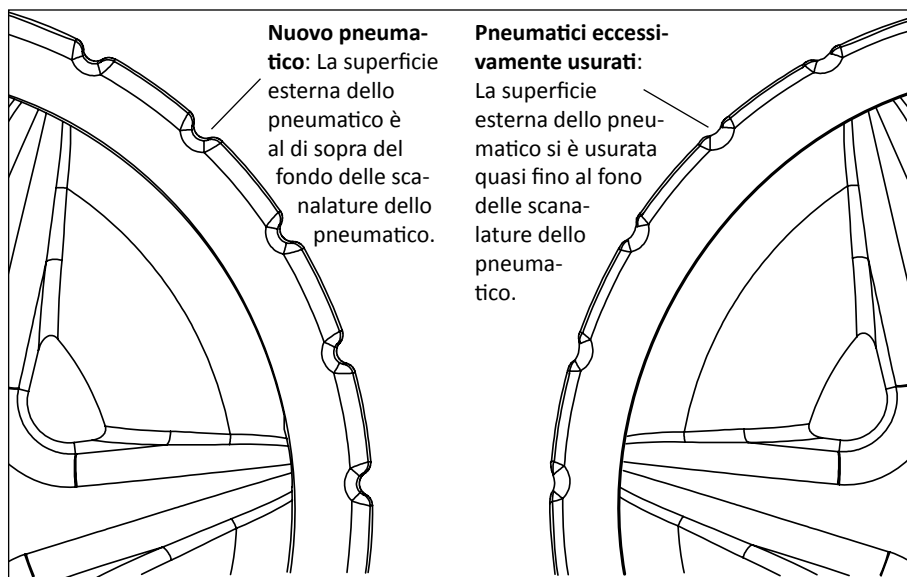

Figura 18: Confronto usura pneumatici
- Gli pneumatici non siano eccessivamente usurati. Vedi **figura 18** alla pagina successiva.
Dopo un utilizzo prolungato potrebbe essere necessario sostituire le ruote in gomma dei pulitori per piscine lato aspirazione BLUEREBEL™. Quando la superficie degli pneumatici si è usurata nelle scanalature dello pneumatico, è necessaria una sostituzione. Vedere figura 18.